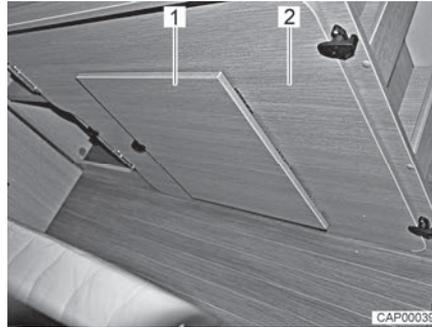

Fig. 40 Tabla de apoyo en el armazón de la cama derecho
- Quitar la tabla de apoyo adicional (Fig. 40,2) del armazón de la cama derecho en la parte trasera.
- Desplegar el reposapiés (Fig. 40,1) en la tabla de apoyo.